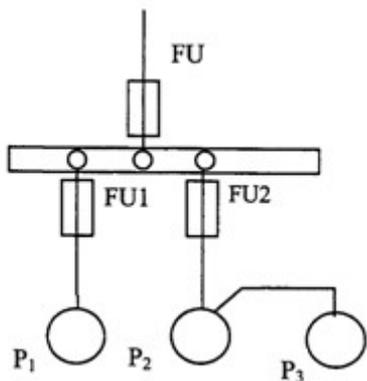

Рисунок 31 - Схема распределительной сети
**Пример 10** Рассчитать токи электроприемников и выбрать плавкие предохранители в распределительном шкафу, схема которых приведена на рис. 31. Известны номинальная мощность каждого электроприёмника:  $P_1 = 19,6$  кВт;  $P_2 = 17,3$  кВт;  $P_3 = 3,2$  кВт, коэффициент мощности каждого потребителя:  $\cos \varphi_1 = 0,7$ ;  $\cos \varphi_2 = 0,6$ ;  $\cos \varphi_3 = 0,6$  и коэффициент спроса  $K_c = 0,8$